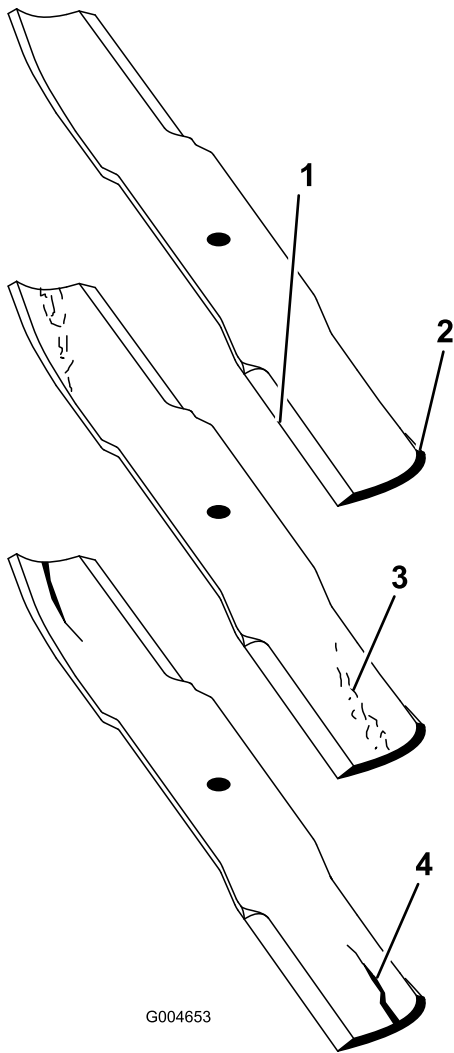

Figura 87
2. Examine cuidadosamente los extremos de corte de la cuchilla, sobre todo en el punto de reunión entre la parte plana y la parte curva de la cuchilla (Figura 87).
Nota: Puesto que la arena y cualquier material abrasivo pueden desgastar el metal que conecta las partes curva y plana de la cuchilla, compruebe la cuchilla antes de utilizar el cortacésped. Si se aprecia desgaste (Figura 87), cambie la cuchilla.